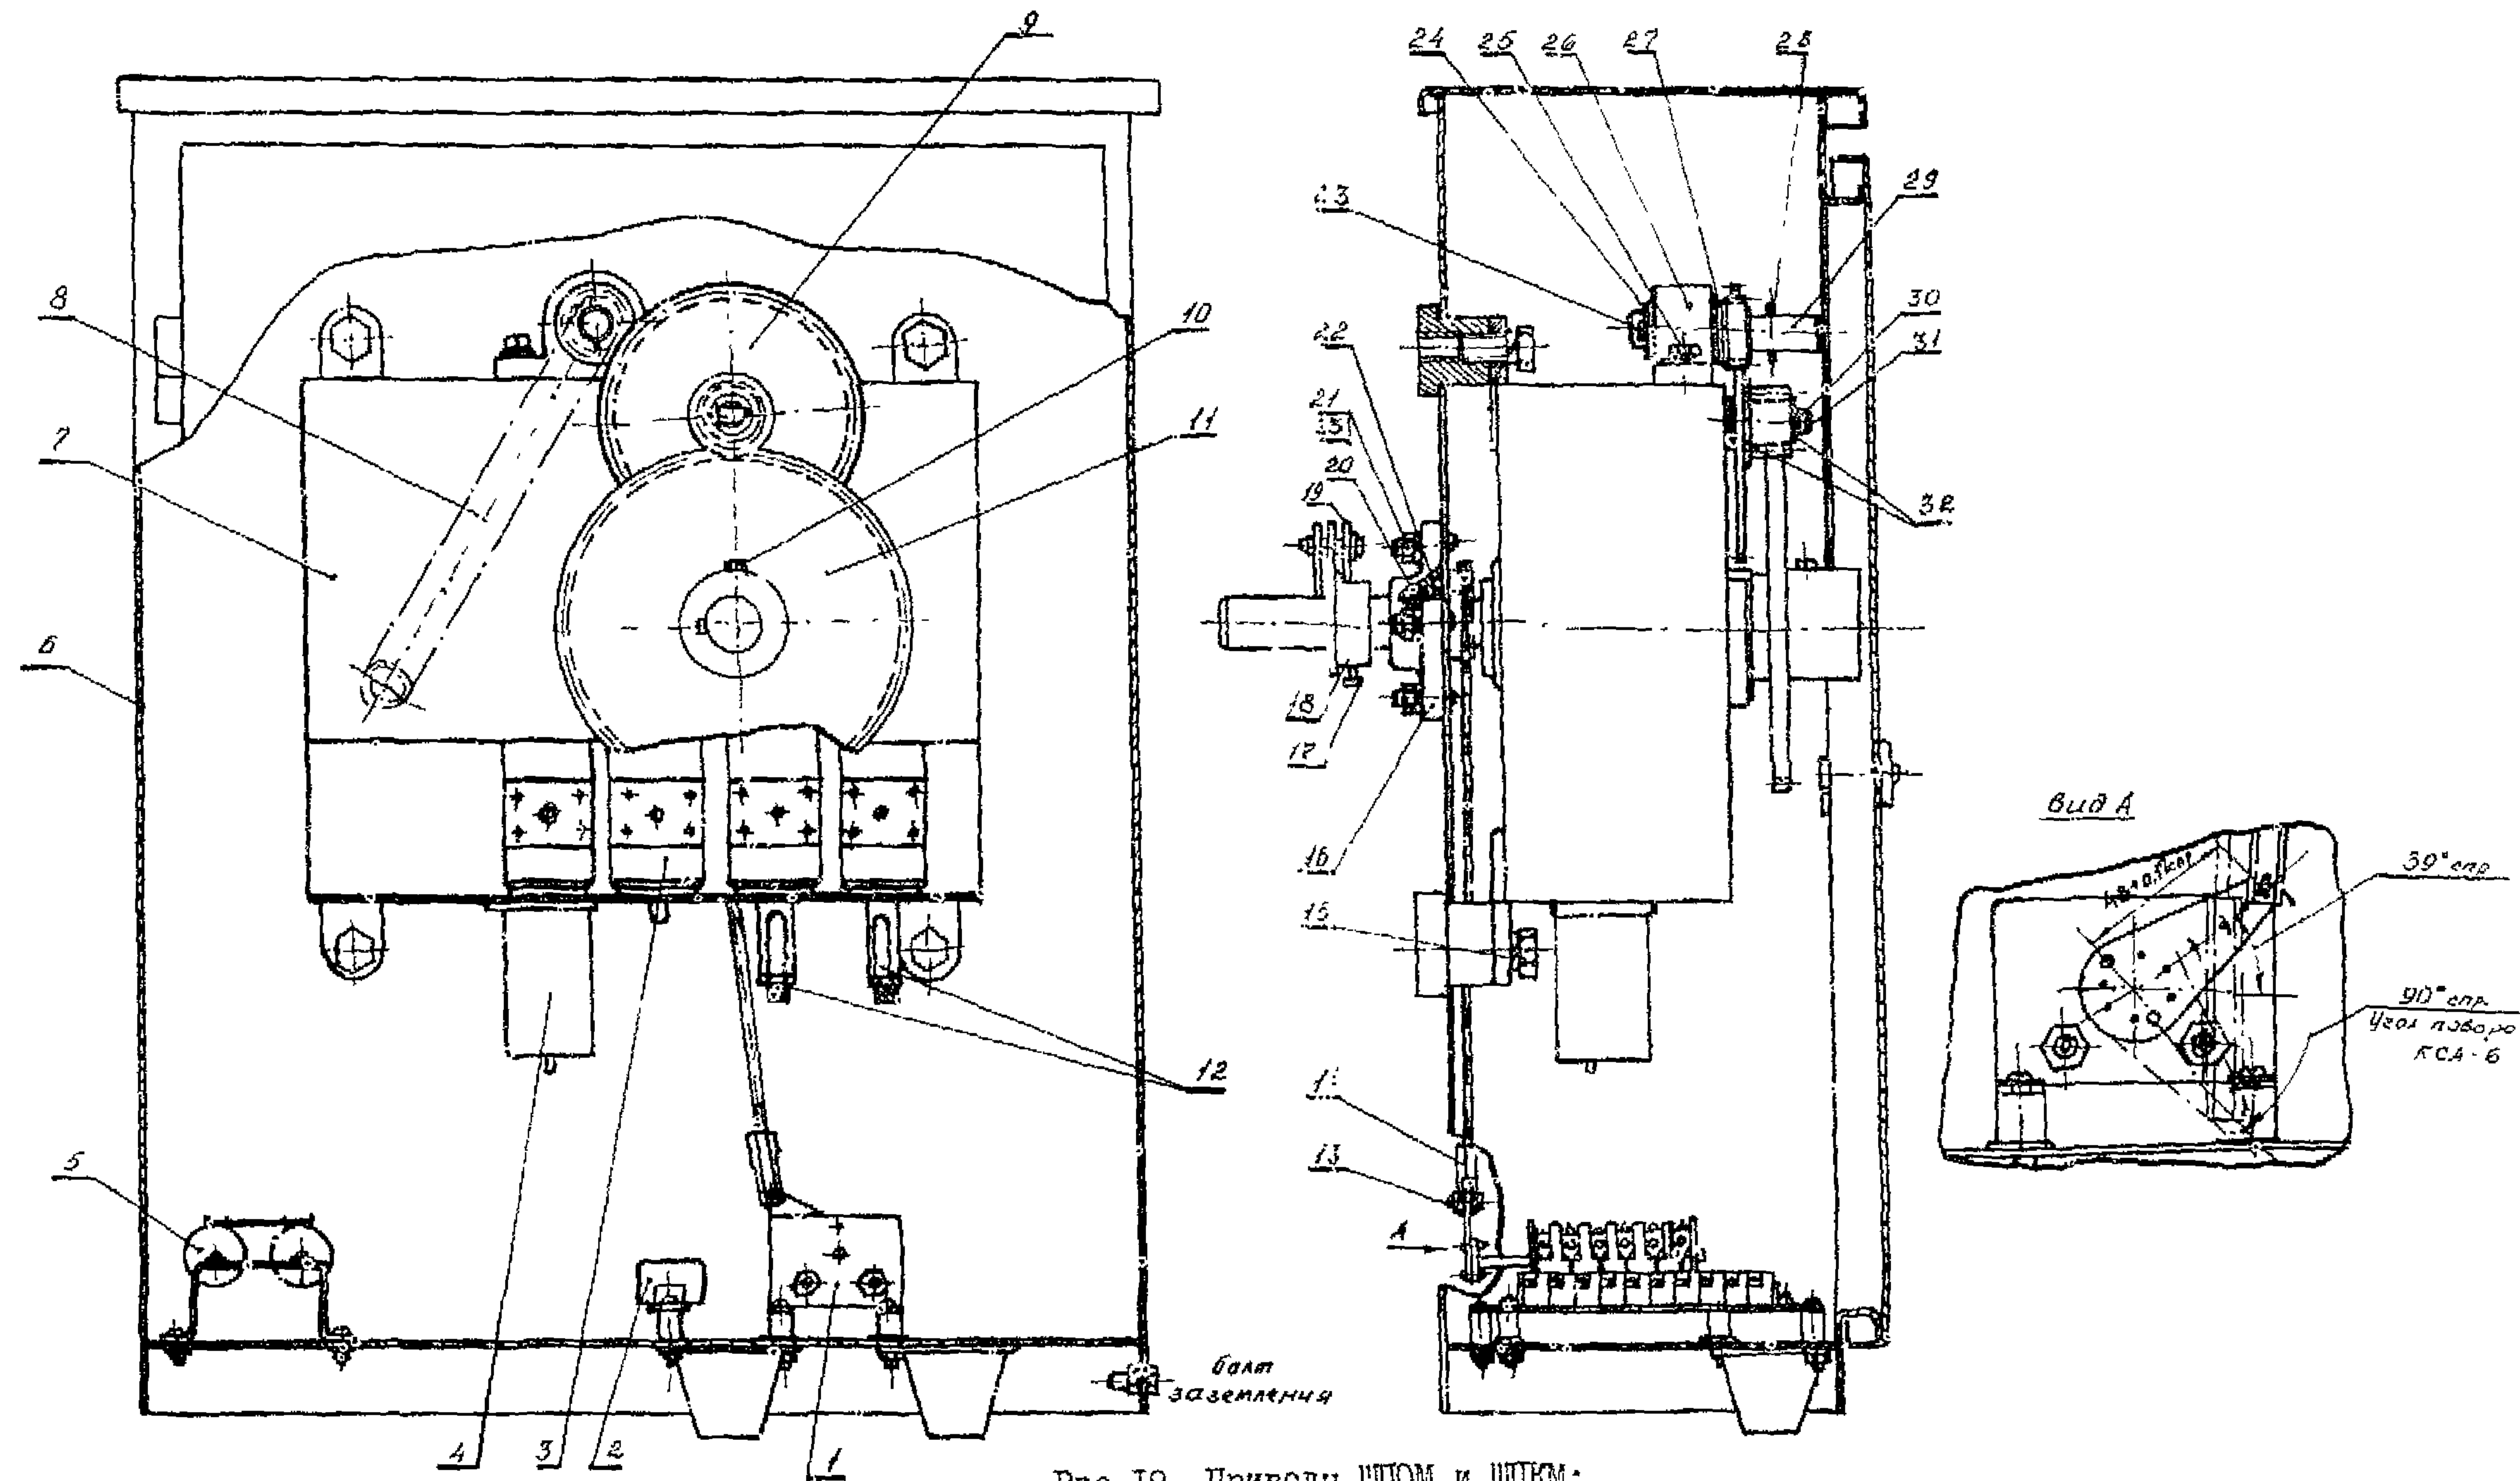

Рис. 19. Приводы ШПОМ и ШПСМ:
02.1. Вывинтить болт 10 (рис. 19), снять шестерню II, очистить ее от старой смазки. При наличии сквозных трещин и сломанных зубьев шестерню заменить.